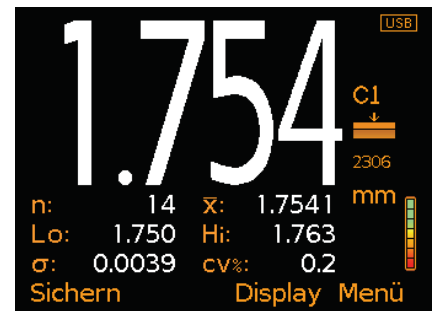

Bild 6: Statistik und Messwerte (Modell BT)
- **Statistiken - Modell B (Bild 6);** Beim Erfassen jedes Messwerts werden die folgenden Statistikwerte angezeigt: